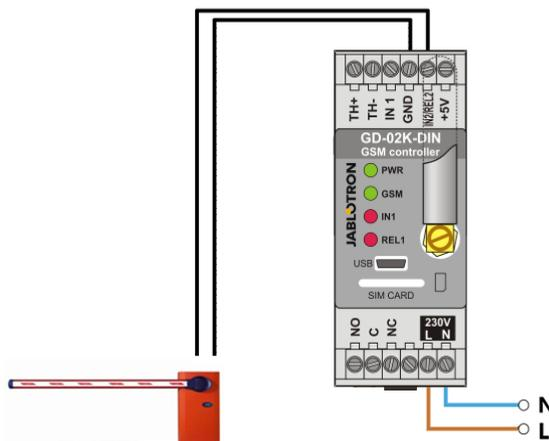

Figura 2: GD-02K-DIN come dispositivo di controllo gate.
- Questa applicazione richiede un contatto da collegare all’uscita REL2/GND e all’ingresso bassa tensione di un gate sottoposto a controllo (vedi Figura 2).